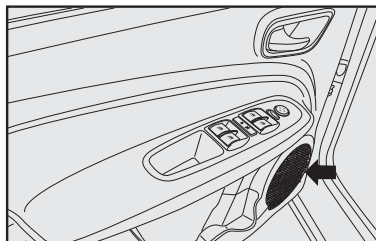

fig. 103
- dois alto-falantes full-range dianteiros de 6" com 20 W RMS de potência cada **fig. 103**.